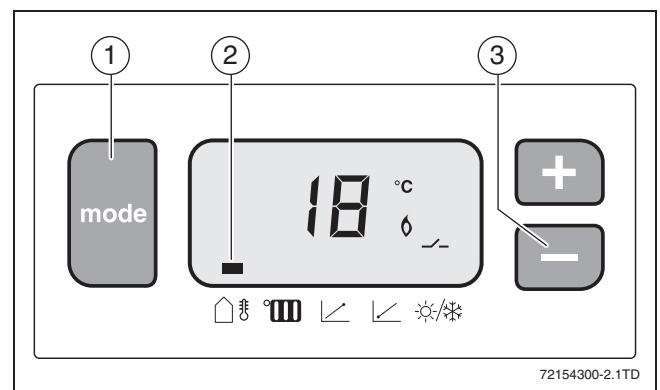

Fig. 2
2.3 Operation (→ fig. 2)
You can use the "mode" key (→ fig. 2, [1]) to select the various menu items      ; a dash (→ fig. 2, [2]) in the display marks the symbol which corresponds with the relevant menu item.
When a menu item can be set, its value will flash. The value can then be changed using the "+" and "-" keys (→ fig. 2, [3]). The settings will be retained even in the event of a power cut. If the display is not operated for 10 seconds, the idle display (outdoor temperature) will be shown automatically. If a locking fault occurs, the display code will be shown (flashing).
3.3 Bedienung (→ Bild 2)
Mit der „Mode“-Taste (→ Bild 2, [1]) können die verschiedenen Menüpunkte      durchlaufen werden, ein Strich (→ Bild 2, [2]) im Display gibt das Symbol an, das zu dem entsprechenden Menüpunkt gehört.
Wenn ein Menüpunkt eingestellt werden kann, wird der Wert blinkend angezeigt. Der Wert kann dann mit den „+“ und „-“ -Tasten (→ Bild 2, [3]) geändert werden. Bei einem Spannungsausfall bleiben die Einstellungen gespeichert. Wenn das Display 10 Sekunden lang nicht bedient wird, wird das Ruhedisplay (Außentemperatur) automatisch angezeigt. Wenn eine verriegelnde Störung vorliegt, wird der Displaycode angezeigt (blinkend).